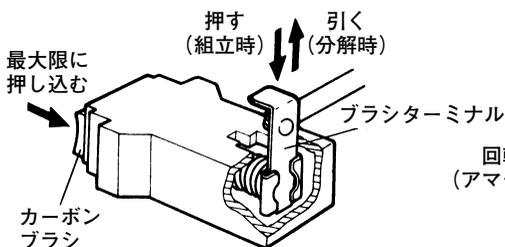
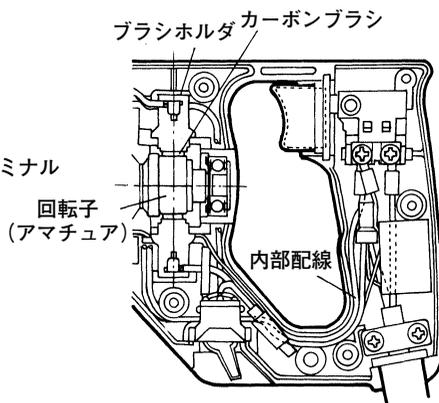

図 14
図 15
- (1) カーボンブラシをブラシホルダの中に入れ、最大限に押し込んだ状態で図 14 のようにブラシターミナルを挿入します。
- (2) カーボンブラシを押さえながらブラシホルダをハウジングに挿入します。
- (3) 内部配線類が図 15 のように正規の位置にあること、また内部配線類が回転子(アマチュア)に接触する危険がないことを十分確認してください。
- (4) 内部配線類がハウジングとの間にかみ込まれないよう十分注意してハンドルカバーをかぶせ、小ネジを締付けてください。